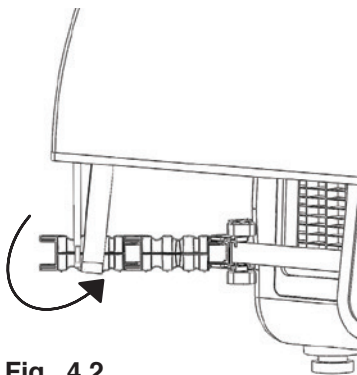

Fig. 4.2
- c. Deslice un elástico de esquina debajo del extremo del brazo extensor y colóquelo detrás de las varillas de la estructura. (más cerca del generador que los los Frame Rods) (Fig. 4.2)